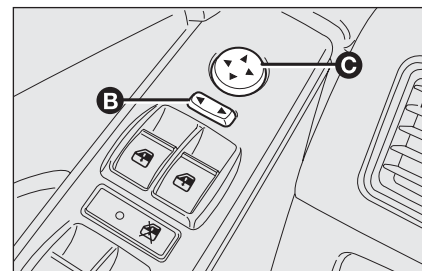

fig. 54
- ☐ mediante l'interruttore **B**-fig. 54